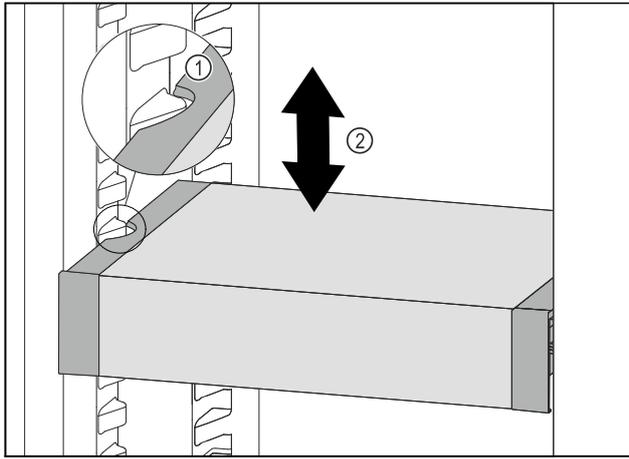

Fig. 116
- ▶ Tirare VarioSafe in avanti fino a quando le cavità laterali di VarioSafe non si trovano al livello della nervatura del contenitore nel vano frigorifero. Fig. 116 (1)
- ▶ Spostare VarioSafe verso l'alto o verso il basso nel vano frigorifero fino a raggiungere l'altezza desiderata. Fig. 116 (2)